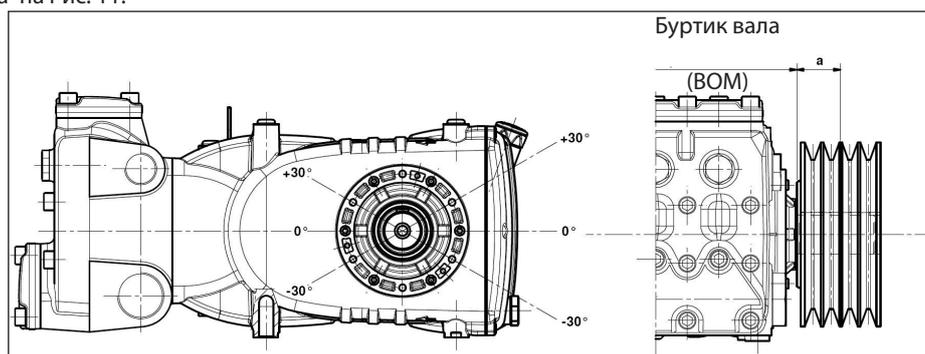

Рис. 11
Радиальная нагрузка на вал не должна превышать 7500 Н (значение, необходимое для определения компоновки). Передача считается соответствующей, если данная нагрузка прилагается на максимальном расстоянии **a=40 мм** от буртика вала (ВОМ), как указано на Рис. 11.
- б) Пользуйтесь ремнями с высоким КПД, например, **XPB** вместо **SPB**, поскольку в этом случае потребуется меньшее количество ремней при одинаковой передаваемой мощности, что в свою очередь сократит расстояние между результирующей силой и буртиком вала (ВОМ) "а" на Рис. 11.
- д) Натягивайте ремень в направлении, указанном на Рис. 11, в случае особых потребностей обратитесь в **технический отдел** или **службу технической поддержки**.